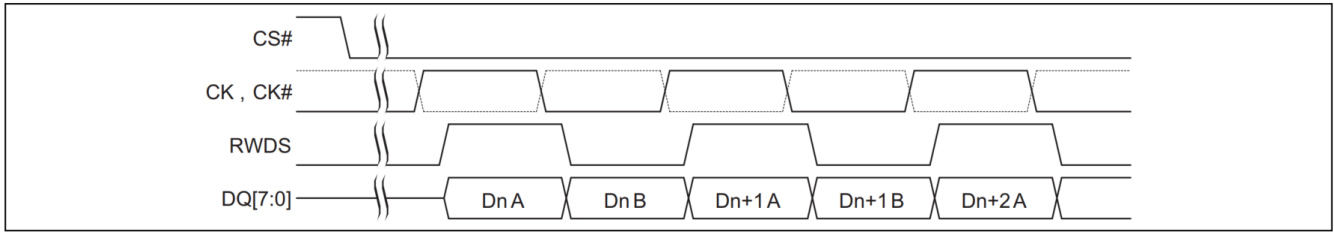

图 7 读取传输期间的数据放置^[15 - 19]
15. 图7 显示了 HYPERBUS™ 上的读取传输的一部分。差分时钟的 CK# 以虚线波形显示。